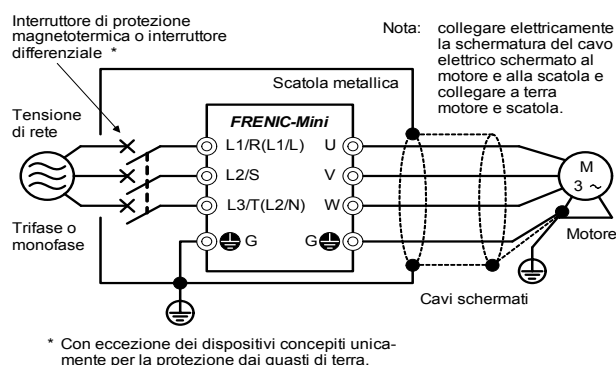

Figura 11-3-3 Montaggio dell'inverter in una scatola metallica
- 4) Se i disturbi elettromagnetici prodotti dall'inverter superano il livello consentito, installare l'inverter e le periferiche annesse all'interno di una scatola metallica come illustrato nella figura 11-3-3.